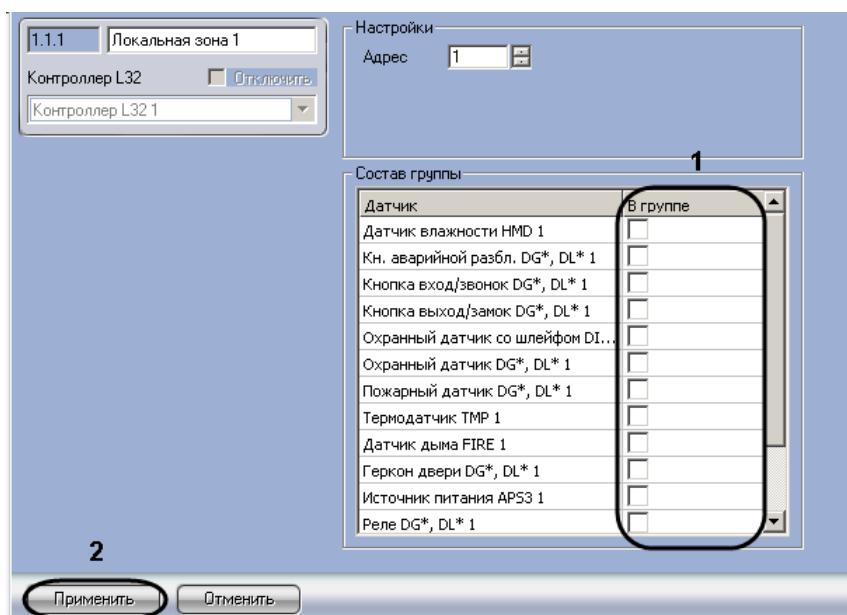

Рис. 3.3—22 Объединение устройств в зону
2. Установить флагки напротив устройств, входящих в зону, в столбце **В группе** (см. Рис. 3.3—22, 1).